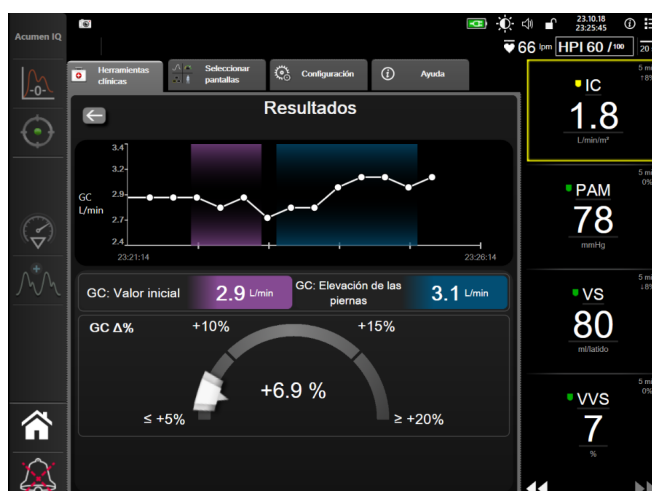

Figura 13-12 Prueba de respuesta a fluidos: pantalla Resultados
- 9 Cuando finalice la prueba, se mostrará el cambio en el valor del **Parámetro** seleccionado como respuesta a la administración de fluidos. Consulte la figura 13-12. Toque el icono de retorno para realizar otra prueba, o el icono de inicio para volver a la pantalla de monitorización principal.